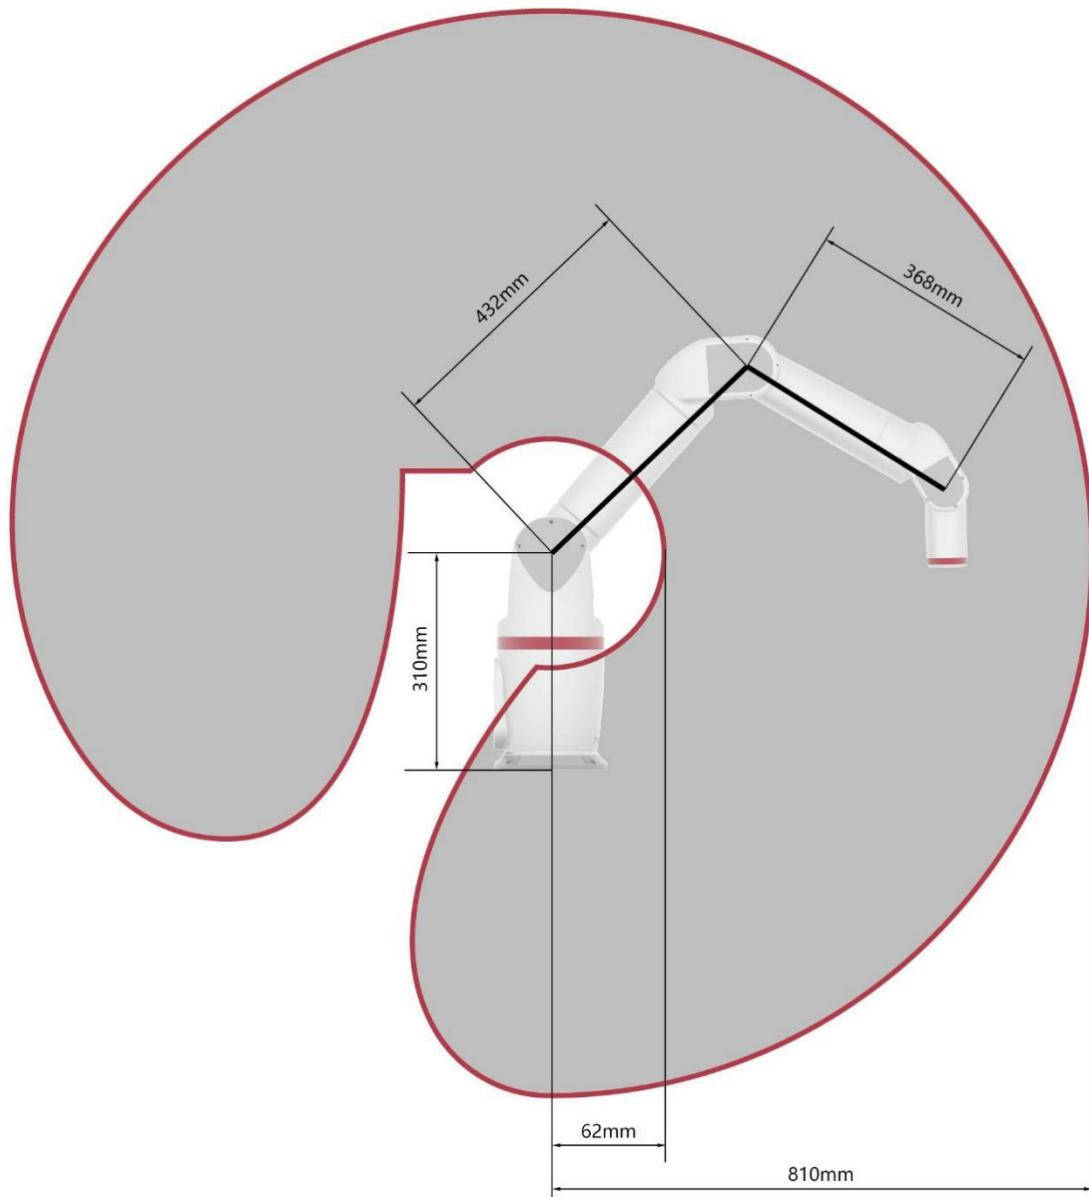

图 2-3 机器人运动范围
大象 5 机器人的工作空间如图 2-3 所示。机器人有效工作范围为 810mm。请在使用机器人前根据机器人的运动范围限制测量实际的范围，以免造成臂长不够或碰撞的后果。
- 安装位置不得小于机器人的工作范围，详见图 2-3。